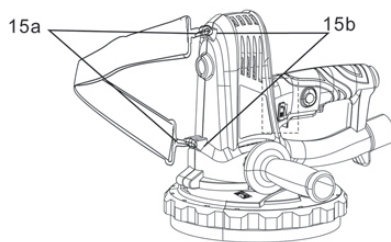

Fig. 6
- > Conectați ambele cârlige (15a) la cele două urechi de pe carcasă (15b) conform indicațiilor (Fig. 6).
- > Reglați lungimea hamului (15) care va permite transportarea adecvată a produsului pe un umăr.